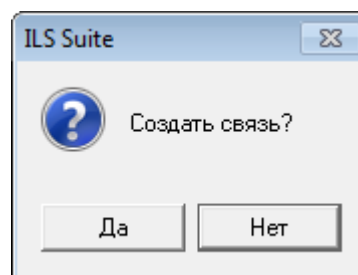

Рис. 13-261 – Диалоговое окно
4) В отобразившемся диалоговом окне нажать кнопку «Да» для подтверждения создания связи (рис. 13-261).